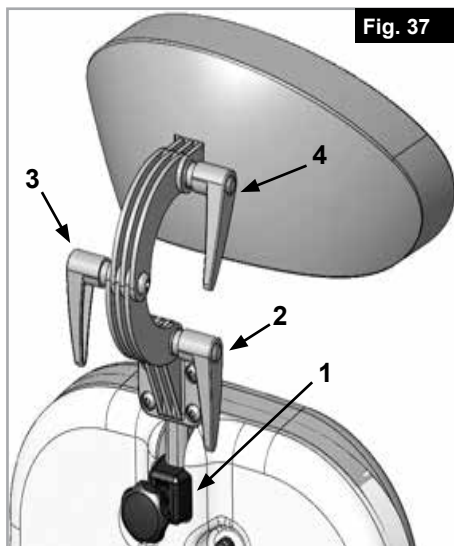

Fig. 37
Huvudstödet kan flyttas uppåt (1), framåt och bakåt, (2-3-4). Centrum av nackstödet kan också justeras, (5). För att göra det, lösgör helt enkelt tillhörande frigöringsspakar/knappar, justera nackstödet till önskad position, och dra åt dem igen, (Fig. 37).